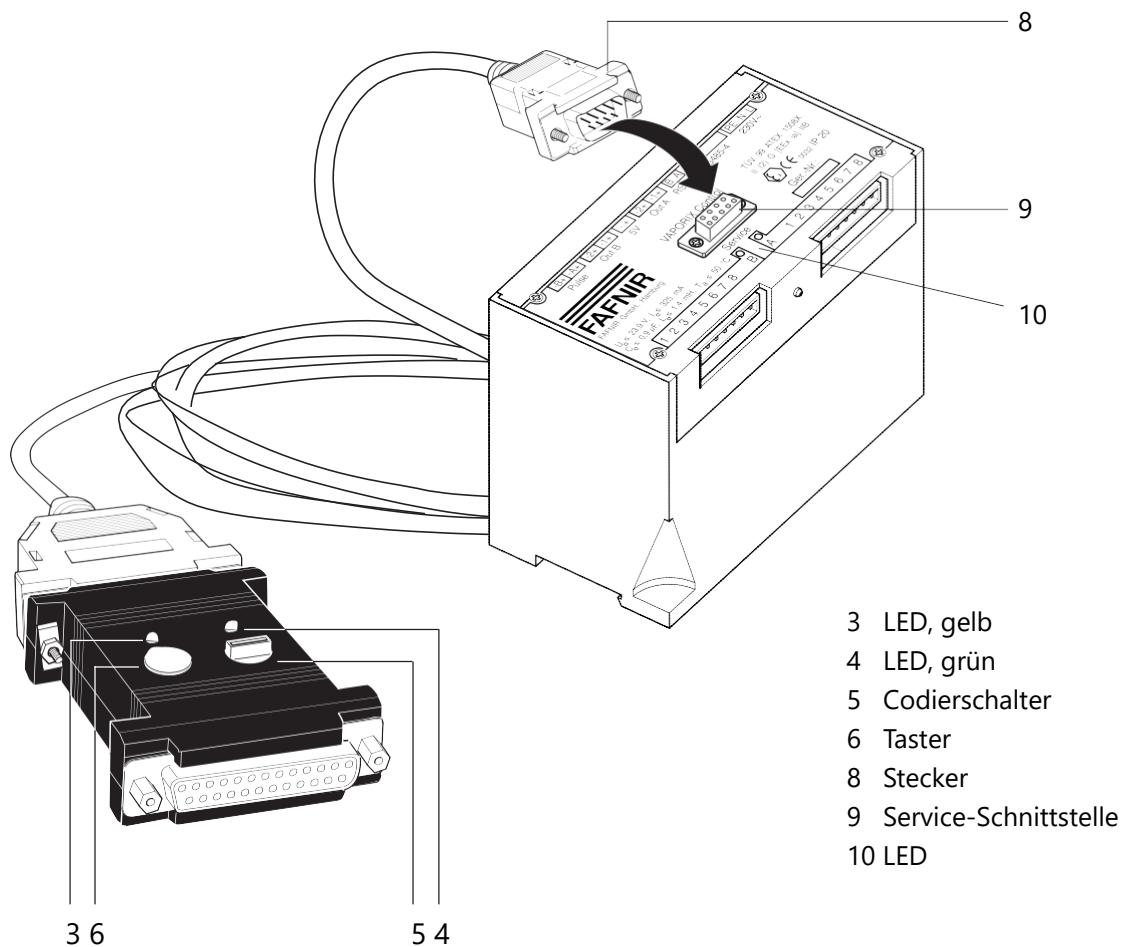

Abb. 2a: VAPORIX-Service-Dongle anschließen und anmelden
Für den elektrischen Anschluss des Service-Dongles muss der Stecker (8) des Anschlusskabels lediglich mit der Service-Schnittstelle des VAPORIX-Control (9) verbunden werden. Die grüne LED (4) am Service-Dongle leuchtet. Das Gerät ist betriebsbereit. (Siehe Abb. 2a, Seite 8)